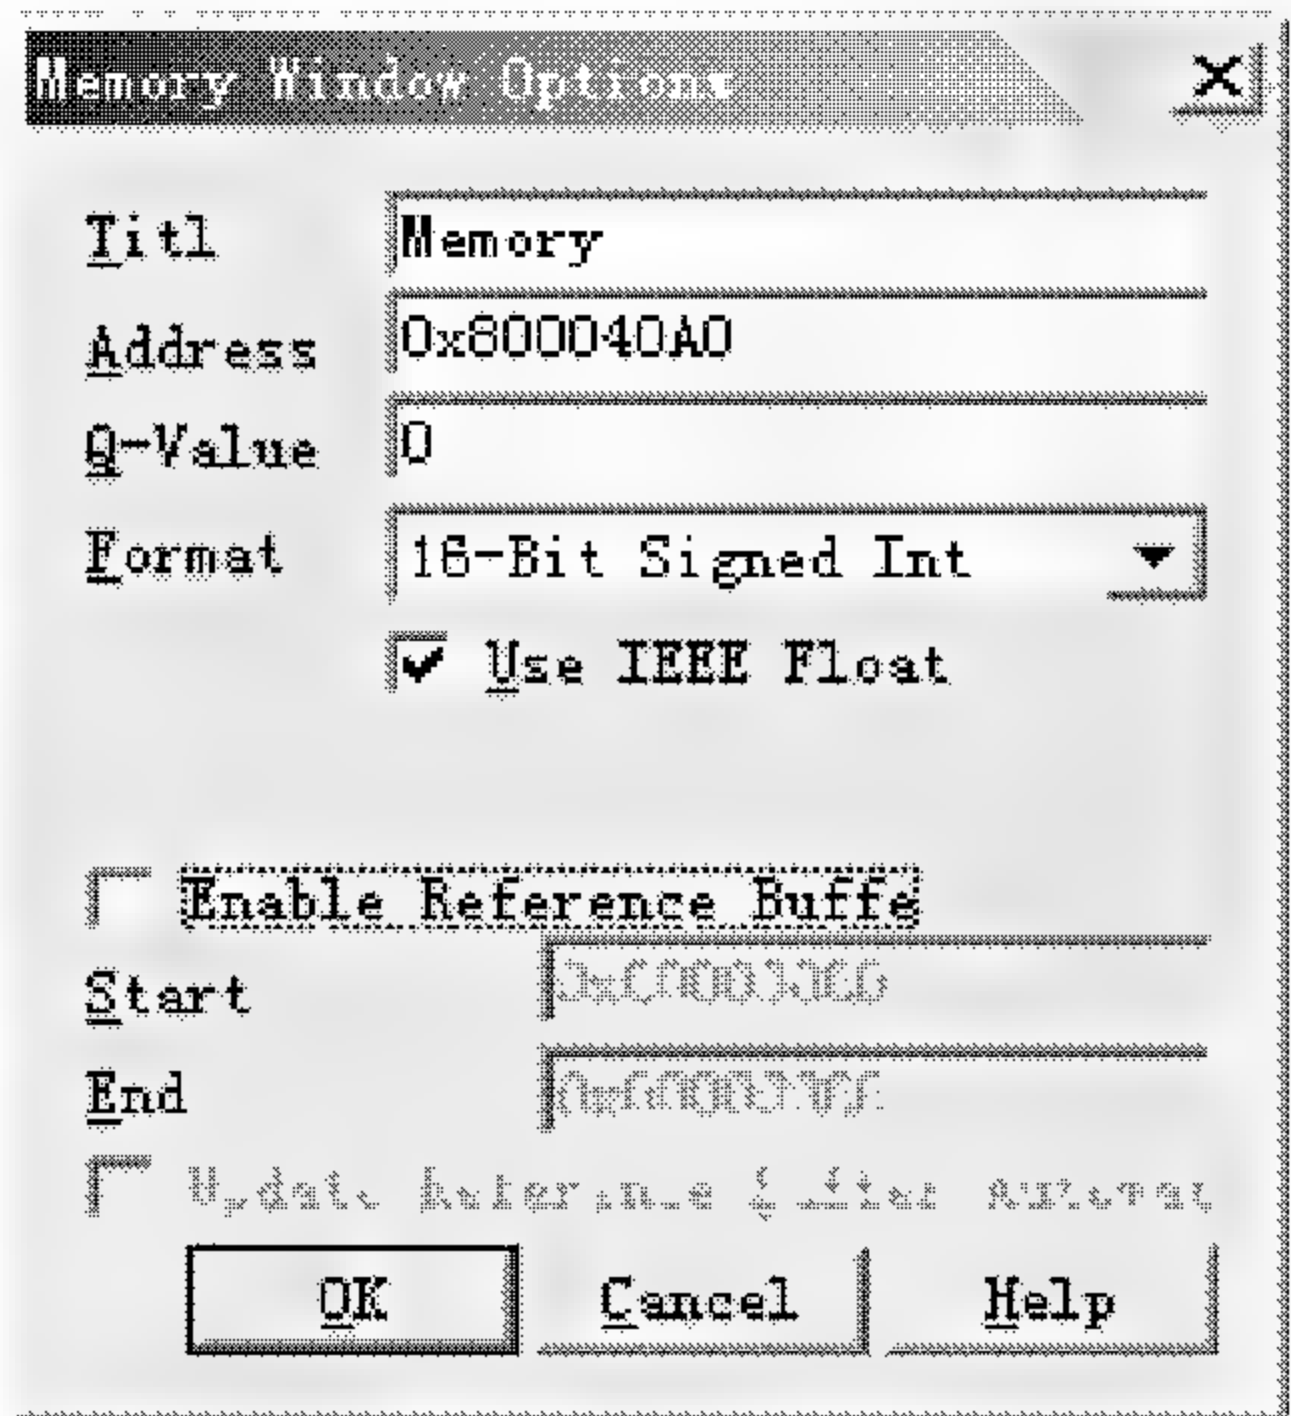

图 3.17 Memory Window Option 对话框
(1) 选择 View → Memory 或点击调试工具栏中的 View Memory 图标, 打开 Memory Window Option 对话框, 如图 3.17 所示。
(2) 在 Memory Window Options 对话框中设置存储器显示窗口的各种选项。Memory Window